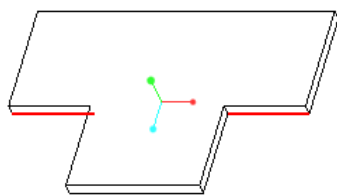

图 1-180 合并壁的结果
(5) 在“合并壁”对话框中单击“确定”按钮，完成合并壁，结果如图 1-180 所示。